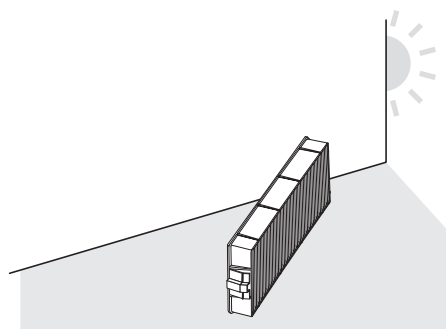

図 2
- エアフィルターユニットの接続端子側 (後面側) の枠中央にあるつまみを、矢印のとおり内側に少し押しながらプロジェクト本体のつめから外して引き出し、エアフィルターユニットを取り出します。(図 2)
2) エアフィルターユニットを乾燥させる (図 2)